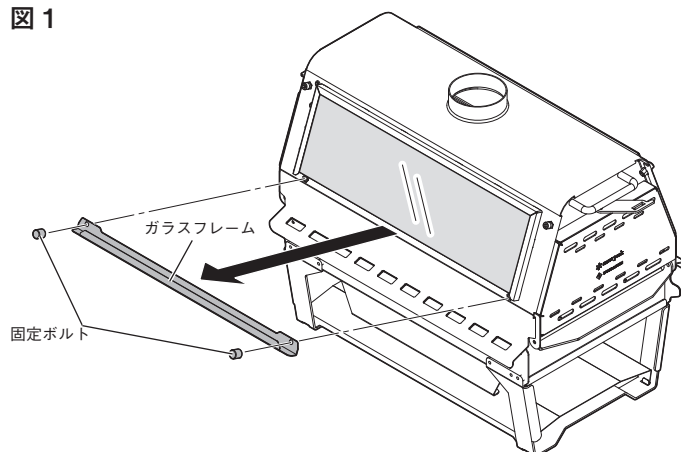

図 2
② 隙間からガラス固定ロープをストーブ内側から取り出します。(図2)